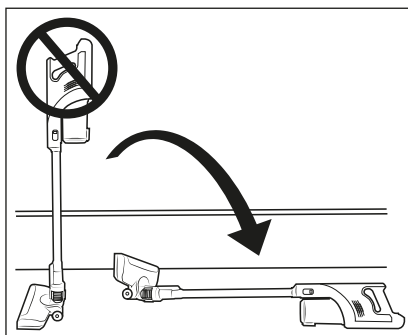

Fig. 9
- ▶ No deje la aspiradora en posición vertical cuando interrumpa el funcionamiento o quiera dejar de agarrarla, sino colóquela en el soporte mural **18** o póngela en el suelo en posición horizontal (consulte la fig. 9 y la 10). De lo contrario, podría caerse y dañarse debido a su alto centro de gravedad, así como potencialmente dañar otros objetos con su caída.